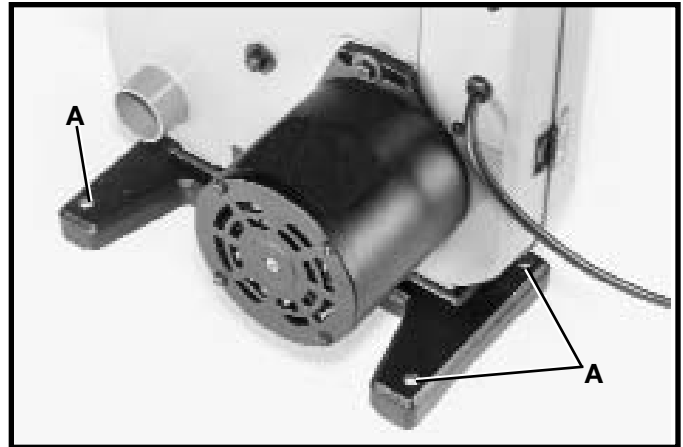

Fig. 14
La máquina debe afianzarse entonces a la superficie de apoyo. Se proporcionan cuatro agujeros – de los cuales pueden verse tres en (A) Fig. 14 – en la base de la sierra de cinta para este propósito.